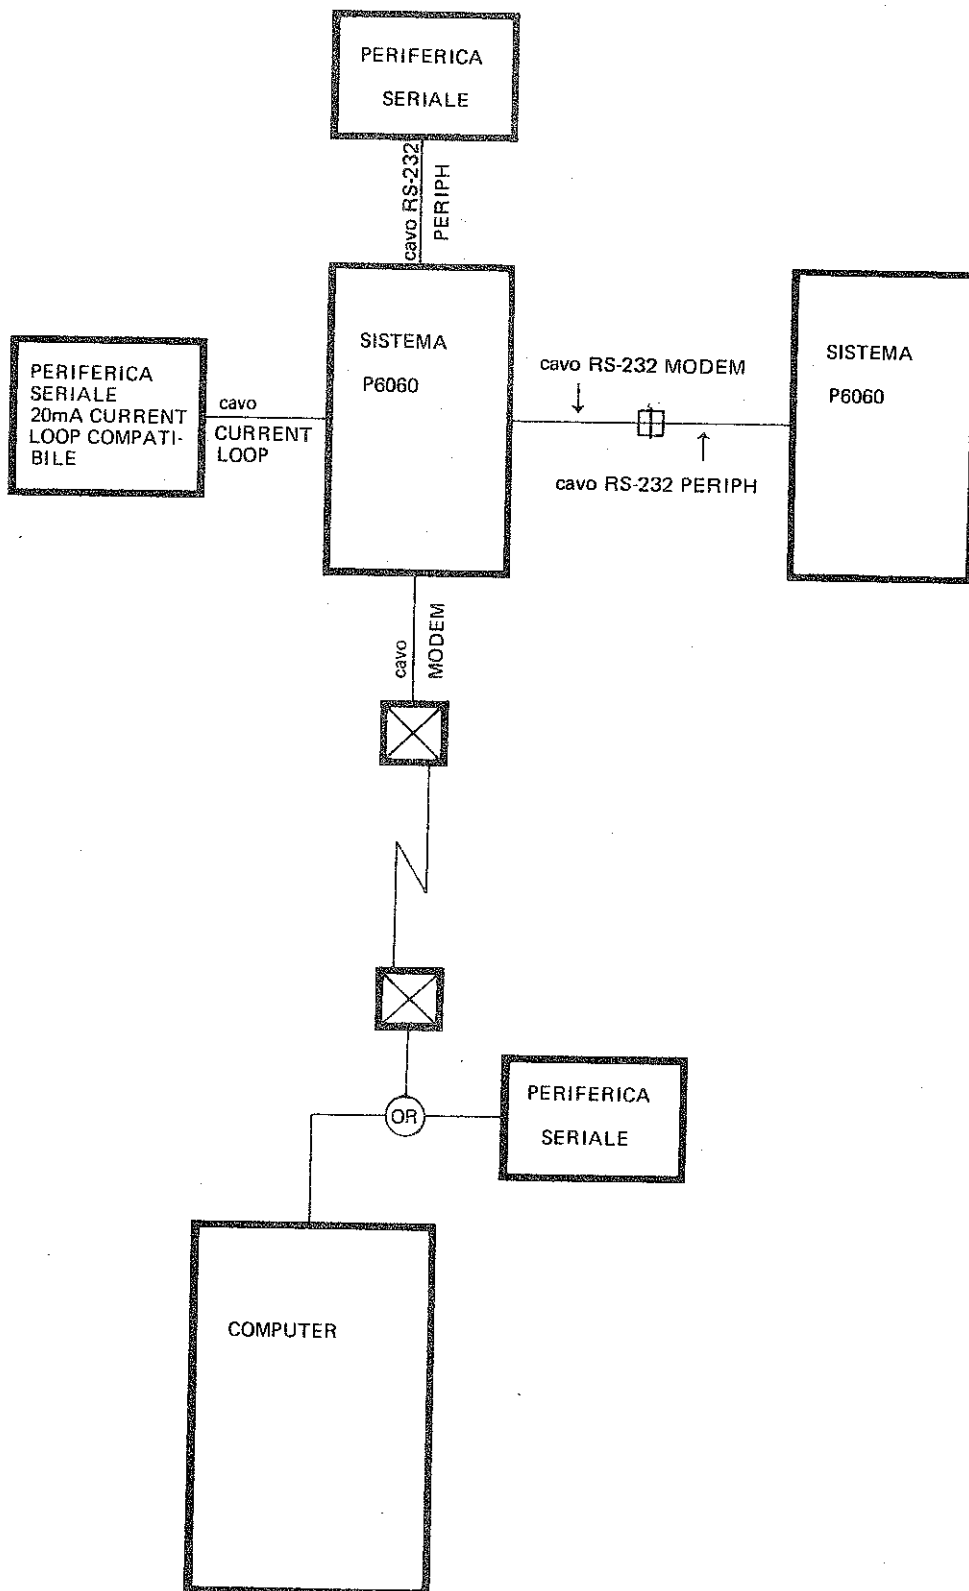

Figura 5-1 Configurazione tipica di sistema
A titolo di esempio, in figura 5-1 è presentata una configurazione che prevede la gestione di periferiche, con collegamento diretto o attraverso modem, ed il collegamento ad altri computer.
- 1- l'interfaccia RS-232-C lato DTE, mediante il cavo RS 232 MODEM con cui può collegarsi ad un modem asincrono od a periferiche seriali che realizzino il lato DCE dell'interfaccia (es. P6040), vedi figura 5-1.